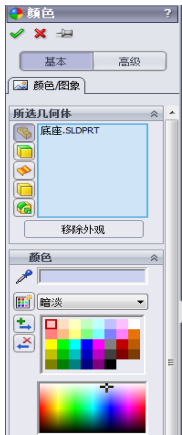

图 1-29 [颜色]属性管理器
(2) 系统弹出如图 1-29 所示的[颜色]属性管理器，在[颜色]一栏中选择需要的颜色，然后单击属性管理器中的[确定]图标。此时整个零件以设置的颜色显示。
(2) 执行命令。在快捷菜单的[面]一栏，选择菜单栏中的[外观]图标→[面<1>@切除-拉伸 1]选项，此时系统弹出如图 1-29 所示的[颜色]属性管理器。